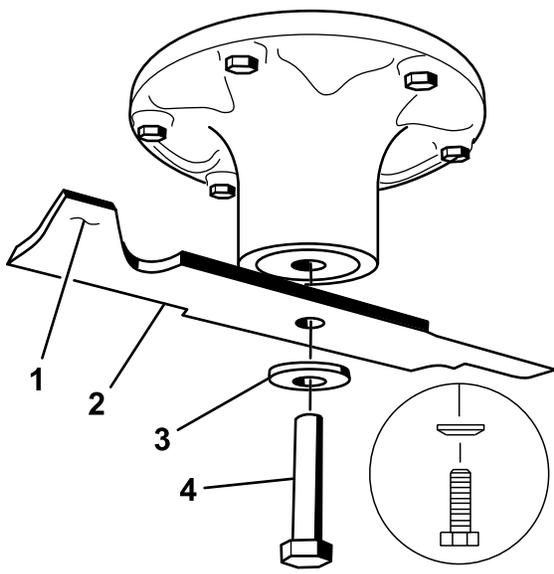

Рисунок 77
- Отверните болт ножа, снимите изогнутую шайбу и нож с вала шпинделя (Рисунок 77).